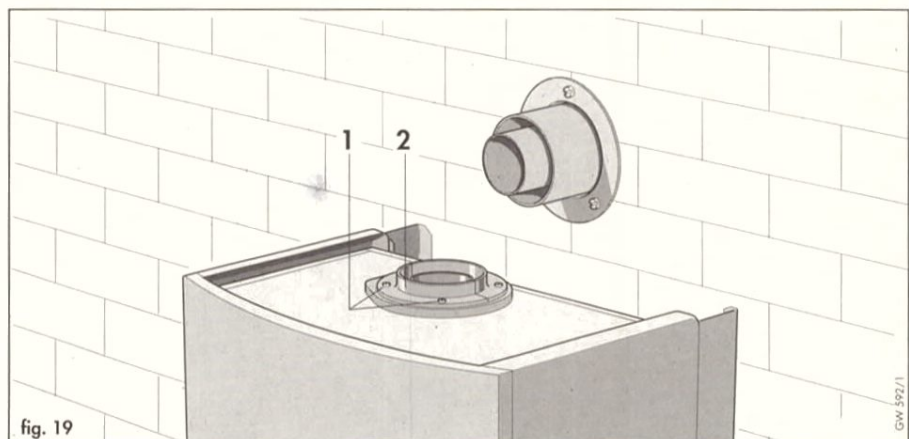

fig. 19
6.5.2.7 Collegamento del tubo alla caldaia (fig. 19, 19a, 20, 21)
Allentare entrambe le viti (1, fig. 19) e togliere una metà del collare (2, fig. 19). Applicare eventualmente l'anello riduttore dell'aria comburente, levando anche l'altra metà del collare.